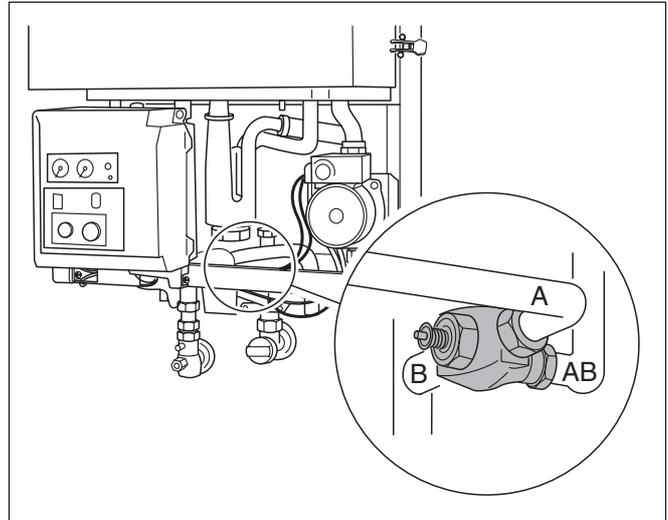

Fig. 87 Logamax plus GB122-24K: sostituire valvola a tre vie
- Allentare tutti i collegamenti a vite delle tubazioni (fig. 87).